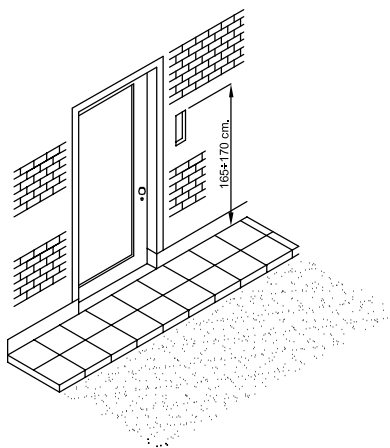

Fig.4
- a. Mount the box (1) at 165-170 cm. from ground level (as shown on fig.4);
- c. Fix the covering frame (2) to the back box (1) by using the four screws provided (3); Use the rain shield instead of the covering frame if the space where the outdoor station should be placed, is exposed to weather;
- d. Insert the modules (4) into the slide guides of the support frame (5) and insert microphone in to the proper housing;
- e. Insert the hinge (6) into the proper guide of the back box (1) and fix by the two screws (7) provided;
- g. Be sure that all connections are well made and then power up the system: by pressing the call button (8) an electronic tone will be heard from the intercom;
- i. Rotate the support (5) upward and fix to back box by using screw (9) and allen key (10);
- j. Mask the screws by using the plastic cover provided (11).
To avoid water infiltration apply silicon sealing to the back surface of the rainshield (2) then fix it to the back box by using the four screws provided (see Fig.4).
- a. Fix box Art.882 (1) to wall at 165-170 cm. from ground level (see Fig.4) by using the four expansion type screws (3) provided;
- b. Fix hinge (6) by using the two screws provided (7). Continue as from (d) to (j) of flush mounting instructions .
- a. Murare la scatola da incasso (1) alle quote mostrate in fig.4;
- c. Fissare il tettuccio anti-pioggia o la cornice decorativa (2) alla scatola da incasso (1) utilizzando le quattro viti in dotazione (3). Se il punto in cui viene installato il posto esterno è esposto agli agenti atmosferici, è preferibile utilizzare il tettuccio anti-pioggia al posto della cornice decorativa;
- d. Inserire i moduli (4) nel relativo supporto (5) ed il microfono nella propria sede;
- e. Inserire la cerniera (6) del supporto (5) nell'apposita sede della scatola da incasso (1) e fissarla tramite le due viti in dotazione (7);
- g. Collaudare l'impianto: premere il pulsante di chiamata (8) e verificare sul relativo citofono l'emissione della nota di chiamata;
- i. Terminare le varie impostazioni, chiudere il posto esterno ruotando il supporto porta-moduli (5) verso l'alto e fissandolo alla scatola da incasso utilizzando la vite (9) e la chiave a brucola (10);
- j. Coprire l'accesso alla vite di fissaggio con il coperchio in plastica (11).